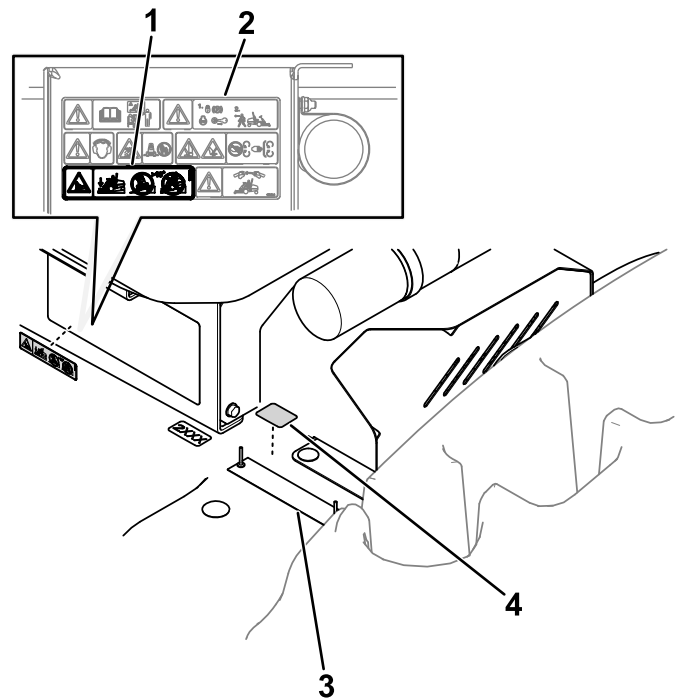

Figure 14
2. Apposez l'autocollant approprié près de la plaque du numéro de série, comme montré à la Figure 14.
3. À apposer à l'emplacement prévu sur l'autocollant de sécurité, comme montré à la Figure 14.
Important: Assurez-vous que les surfaces d'application montrées ici Figure 14 sont propres et sèches, avant d'apposer les autocollants.